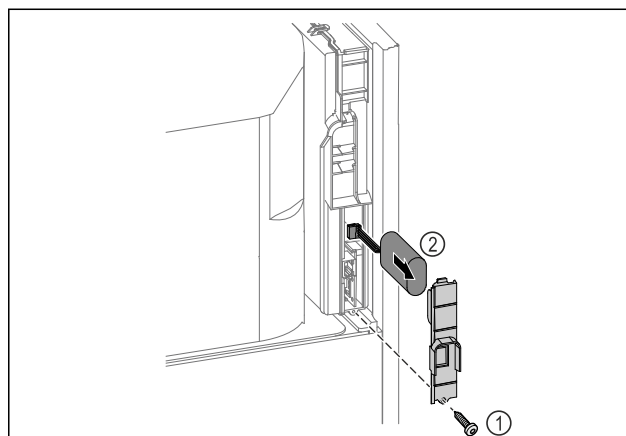

Fig. 249
- ▶ Dévisser la vis et retirer le couvercle situé à l'arrière de l'appareil Fig. 249 (1).
- ▶ Débrancher et retirer la batterie Fig. 249 (2).